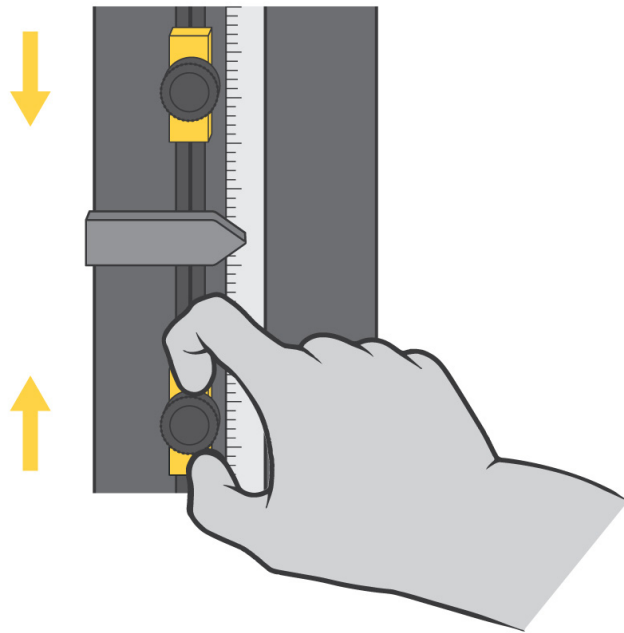

Abbildung 17. Einstellung der Fahrwegsanschlge
Die Fahrwegsanschläge sind zwei einstellbare Blöcke auf der Begrenzungsschalter-Stange, die sich in der Säule der Maschine befindet, wie in Abbildung 17 auf Seite 101 gezeigt. Die Fahrwegsanschläge (1 und 2) haben Rändelschrauben, mit denen sie von Hand gelöst und angezogen werden können, damit Sie die Anschläge auf die gewünschte Position auf der Begrenzungsschalter-Stange verschieben können. Richten Sie die Anschläge kurz außerhalb des für den Versuch erforderlichen Bereichs ein. Wenn die Traverse den maximalen eingestellten Fahrweg erreicht, berührt die Begrenzungsschalter-Betätigung (3) einen der Anschläge. Der Kontakt zwischen der Schalterbetätigung und dem Fahrwegsanschlag bewegt die Begrenzungsschalter-Stange (4) und aktiviert die Grenzschar. Damit wird die Traversenbewegung gestoppt.